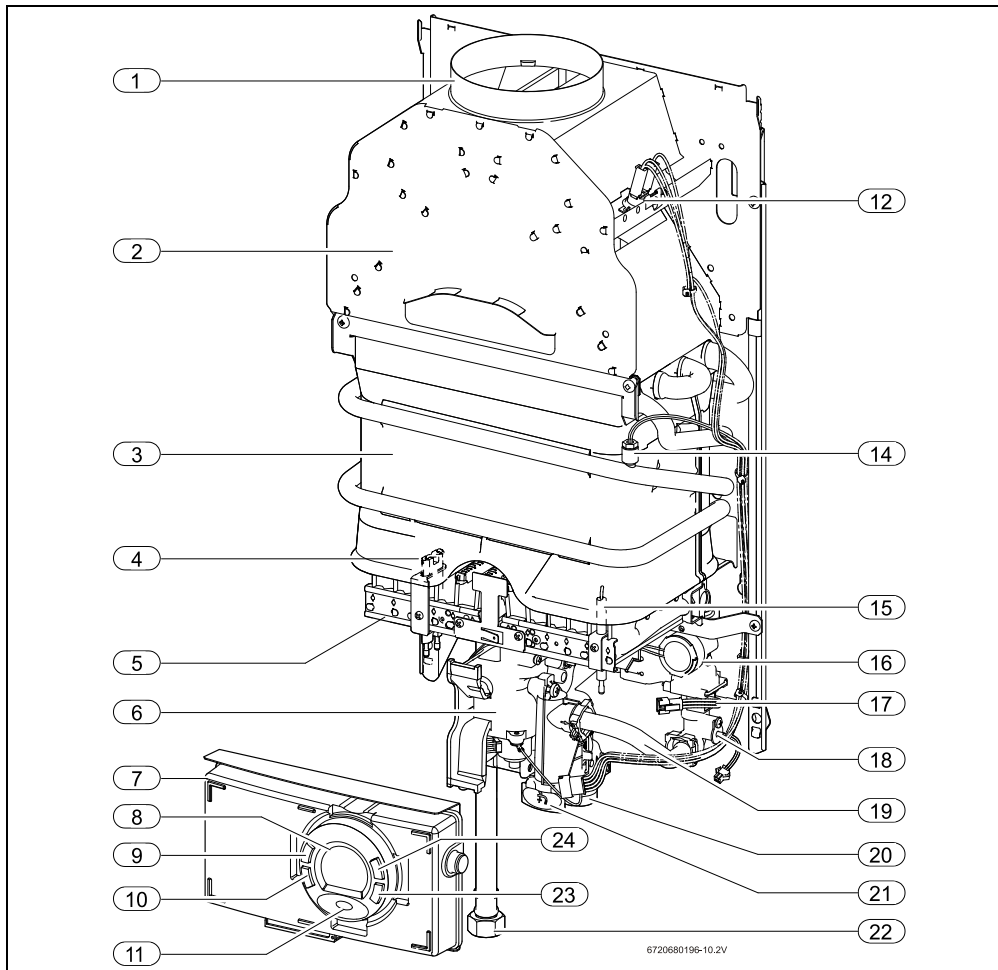

Fig. 2
- ▶ Coloque el interruptor principal (→Fig. 2, [9]) en posición de funcionamiento.
Siempre que se abre un grifo de agua caliente, el sensor de caudal de agua (→Fig. 2, [17]) envía una señal a la unidad de mando. Esta señal provoca lo siguiente:
- Simultáneamente, empieza la producción de chispas y la llave del gas (→Fig. 2, [6]) se abre.
- El electrodo de ionización (→Fig. 2, [15]) supervisa el estado de la llama.